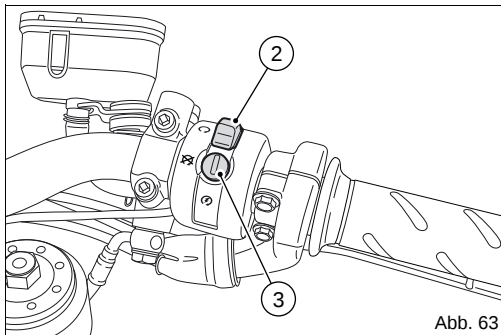

Abb. 63
- 2) Sich davon überzeugen, dass sich der Stoppschalter (2, Abb. 63) in der Position  (RUN) befindet, dann die Startertaste (3, Abb. 63) drücken.